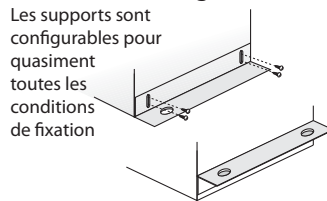

Figure 10 — Fixation des supports
- Attacher les supports de fixation réglables à l'appareil, mais ne pas serrer les vis avant d'avoir déterminé la hauteur correcte (Figure 10).